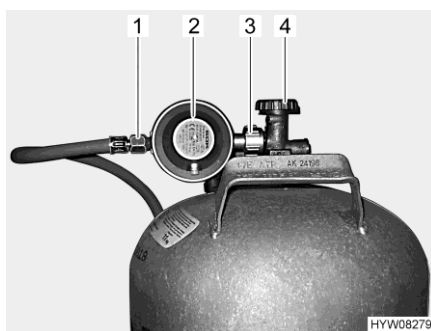

Fig. 124 Raccordo bombola del gas
- Chiudere la valvola principale di arresto (Fig. 124,4) della bombola del gas. Osservare la direzione della freccia.
- Tenere fermo il regolatore di pressione del gas (Fig. 124,2) e aprire il dado zigrinato (Fig. 124,3) (generalmente filettatura sinistra).
- Rimuovere il regolatore di pressione del gas con il tubo del gas (Fig. 124,1).
- Collocare il regolatore di pressione del gas (Fig. 124,2) con il tubo del gas (Fig. 124,1) sulla bombola del gas e serrare il dado zigrinato (Fig. 124,3) (generalmente filettatura sinistra). **Non** tirare con molta forza.